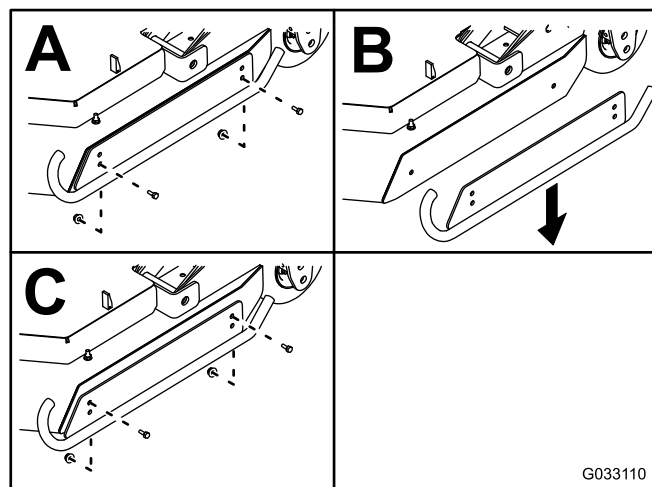

**Figura 28**
7. Gire la varilla tensora para elevar o bajar el brazo de pivote hasta que los taladros estén alineados con los taladros seleccionados del soporte de ajuste de la altura de corte en el bastidor de la carcasa de corte (Figura 27 y Figura 28).